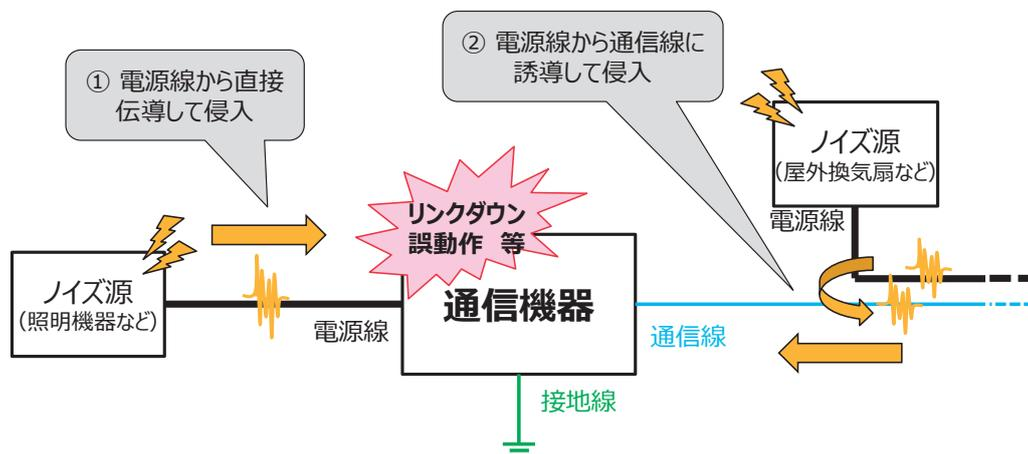

図1 電源系ノイズの通信機器への侵入経路
その侵入経路としては、①ノイズが通信機器の電源線から直接伝導して侵入する経路と、②ノイズが電源線から通信線に誘導し通信機器に侵入する経路の2つがあります(図1)。通信機器に侵入した電源系ノイズが通信機器に与える影響は大きく2つあり、1つは通信信号にノイズが重畳し、可聴雑音やビットエラー、リ